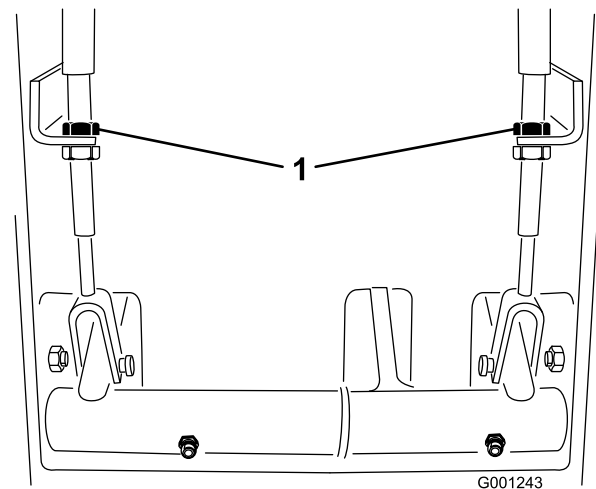

Bild 63
2. Lockern Sie zum Reduzieren des Spiels der Bremspedale die vordere Mutter am Gewindeende des Bremszugs (Bild 63). Ziehen Sie dann die hintere Mutter fest, um den Zug nach hinten zu bewegen, bis die Bremspedale ein Spiel zwischen 13 und 25 mm aufweisen.